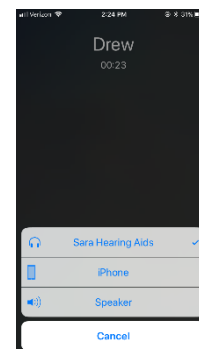

Figure 17
**REMARQUE** : La source peut être modifiée à partir de l'écran en appuyant sur le bouton audio (Figure 17).